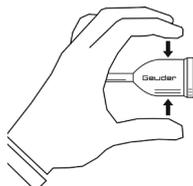

Abb. 2a
- Fassen Sie den Infusionsaufsatz gemäß Abb. 2a und schrauben Sie diesen von der Ultraschallspitze.